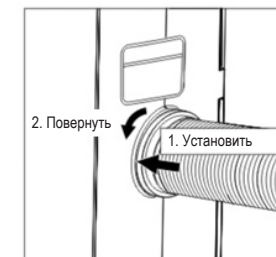

Рис. 6
2. Подключите шланг-воздуховод к прибору (рис. 6).